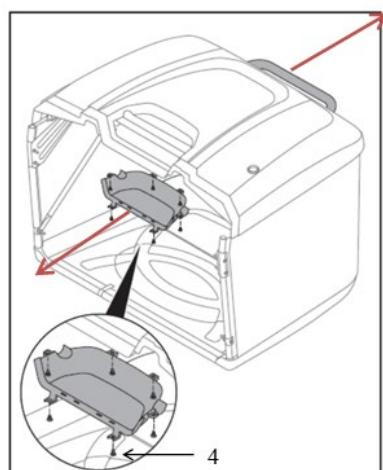
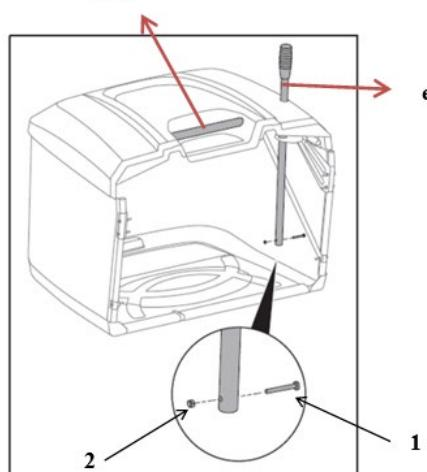

Fig.7M
Fig.7N
- Instale la placa de cubierta de la manija (d) en el conjunto de la cubierta superior de abajo hacia arriba y asegúrela con seis tornillos autorroscantes (4, ST5*12). (Fig.7M)
5. Inserte la palanca de vertido de césped (e) y luego fíjela con tornillos de cabeza plana pequeños empotrados en cruz (1, M5*32) y una tuerca de bloqueo hexagonal (2, M5) en la cola. Hasta ahora, el montaje está terminado. (Fig.7N)
1. Sujete la manija frontal (Fig.7N) en la cubierta superior con la mano izquierda y la manija trasera (Fig.7M) ubicada en el marco giratorio para colocar con la mano derecha.